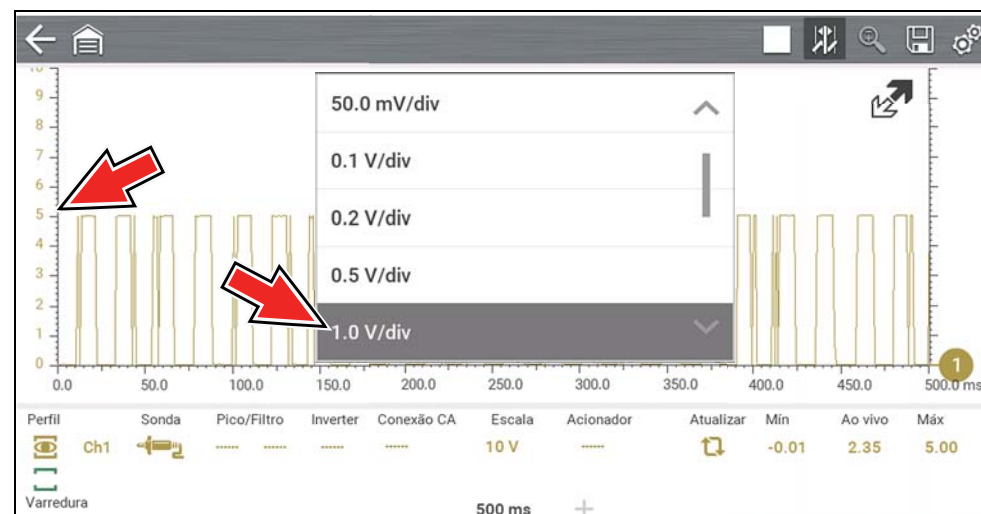

Figura 8-30
**Exemplo (Figura 8-30):** A seleção de 1,0 V/div exibe uma escala vertical dividida por 10. A escala vertical é “sempre” dividida por dez, portanto, cada divisão é incrementada por 1,0 V, portanto, é uma escala de 10 V.